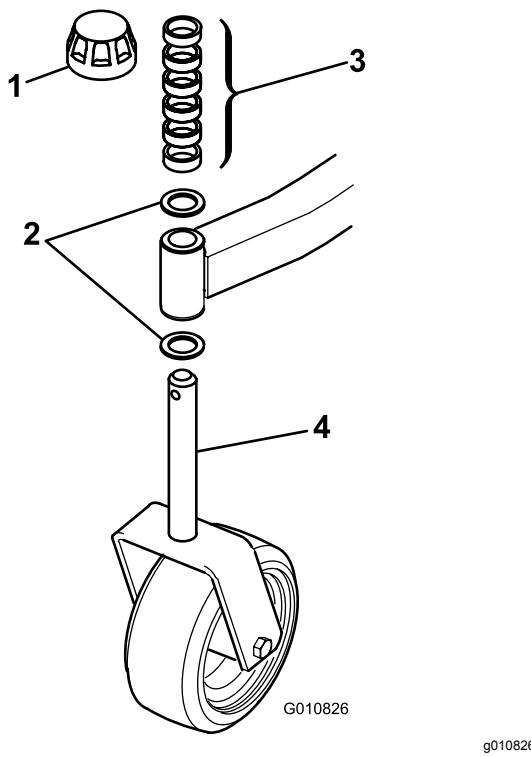
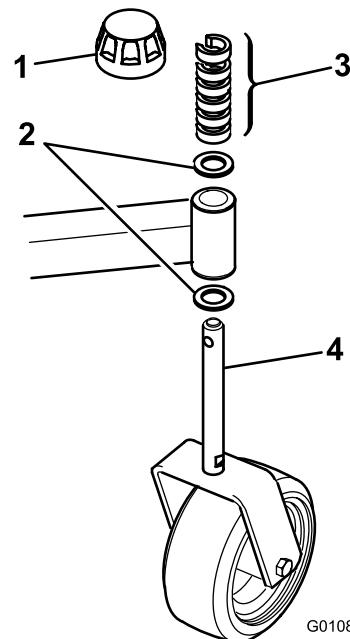

Figura 3
Figura 4
1. Rimuovete i cappucci di tensione dagli assi dei fuselli ed estraete i distanziali e le rondelle di spinta (Figura 3 e Figura 4).